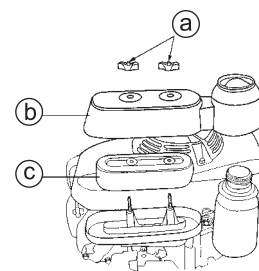

Abb. 29
9.5 Luftfilter (Siehe Abb. 29)